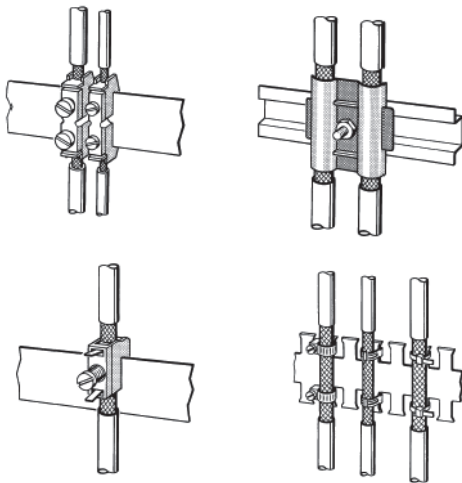

Abb. 6: Befestigen von geschirmten Leitungen mit Kabelschellen und Schlauchbindern (schematische Darstellung)
- ▶ Die Schellen müssen den Schirm großflächig umschließen und guten Kontakt ausüben (siehe Abb. 6).